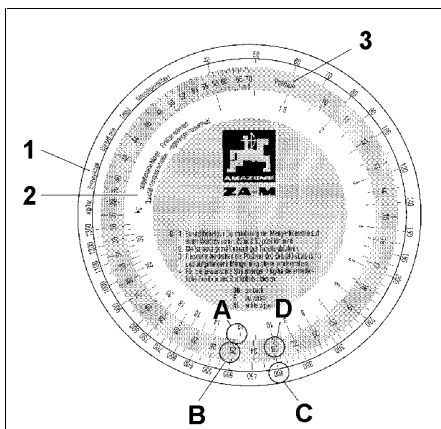

Рис. 31
1. Внешней шкалы белого цвета для необходимой нормы внесения [кг/га] (норма распределения) (Рис. 31/1).
2. Внутренней шкалы белого цвета для уловленного во время проведения контроля нормы внесения количества удобрений [кг] (уловленное количество) (Рис. 31/2).
3. Центральной цветной шкалы с позицией шиберной заслонки (положением) (Рис. 31/3).
- Возьмите в руки счетный диск. Найдите на шкале (Рис. 31/2) для уловленного количества [кг] числовое значение **12,5** (Рис. 31/А) и совместите с выбранным положением шиберной заслонки (позиция) **25** (Рис. 31/В) цветной шкалы (Рис. 31/3).
- Найдите необходимую норму внесения **400 кг/га** (Рис. 31/С) и определите нужное положение шиберной заслонки (позицию) **23** (Рис. 31/Д).